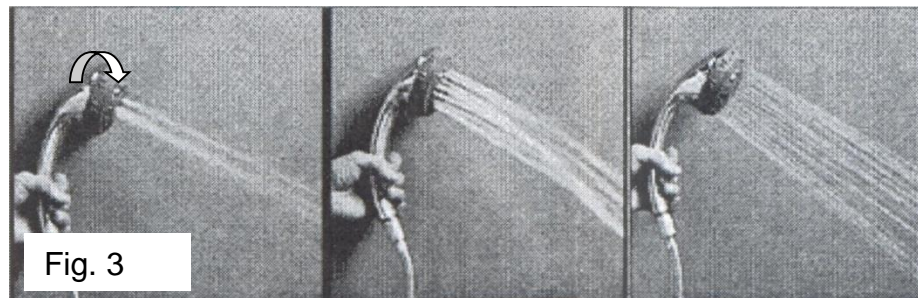

Fig. 3
3.Ducha de mão: Gire o anel móvel que se encontra na ducha de mão para escolher o tipo de ducha que prefere, fraca, média ou forte(fig.3).